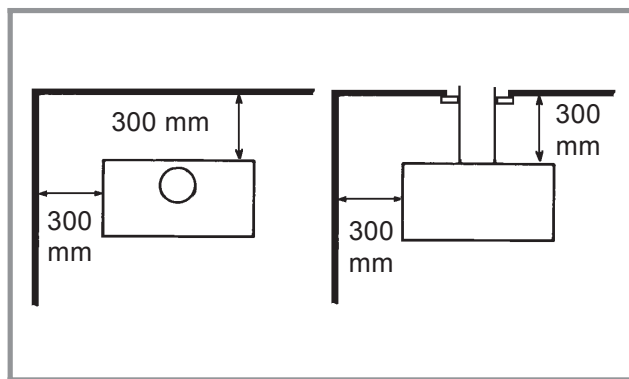

Figure 2 - Dégagement minimum d'installation
**Faire bien attention de respecter les dégagements d'installation jusqu'aux cloisons en matériau combustible (fig. 2).**